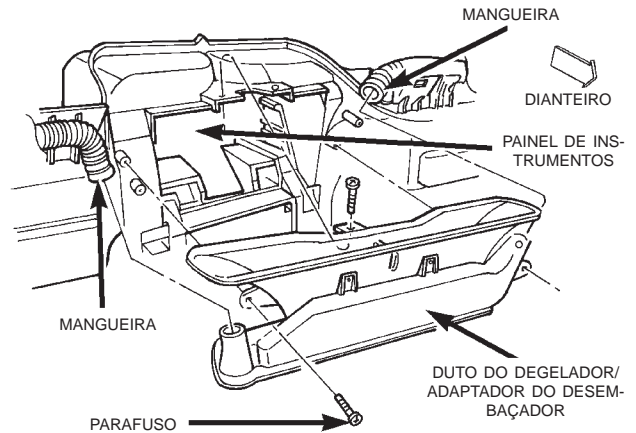
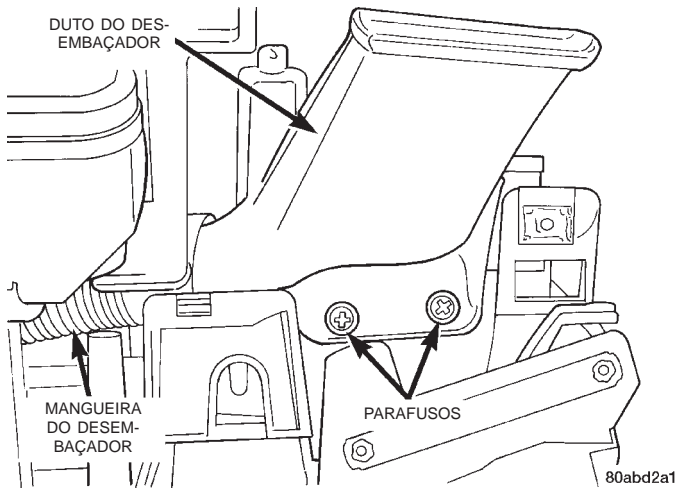

Fig. 62 Duto do Degelador/Adaptador do Desembaçador
Fig. 63 Remoção/Instalação do Duto do Desembaçador
(1) Retire o conjunto do painel de instrumentos do veículo. Consulte "Conjunto do Painel de Instrumentos" no Grupo 8E "Sistemas do Painel de Instrumentos" para obter mais informações sobre os procedimentos.
(2) Desconecte as mangueiras do desembaçador do duto do degelador/adaptador do desembaçador (Fig. 62).
(2) Desconecte as pontas da mangueira do desembaçador do duto do desembaçador (Fig. 63) e do duto do degelador/adaptador do desembaçador (Fig. 62).
(3) Para instalar, inverta os procedimentos para remoção.
(2) Retire a tampa de ponta do painel de instrumentos. Consulte "Tampa de Ponta do Painel de Instrumentos" no Grupo 8E "Sistemas do Painel de Instrumentos" para obter mais informações sobre os procedimentos.
(3) Desconecte a mangueira do desembaçador do duto do desembaçador (Fig. 63).